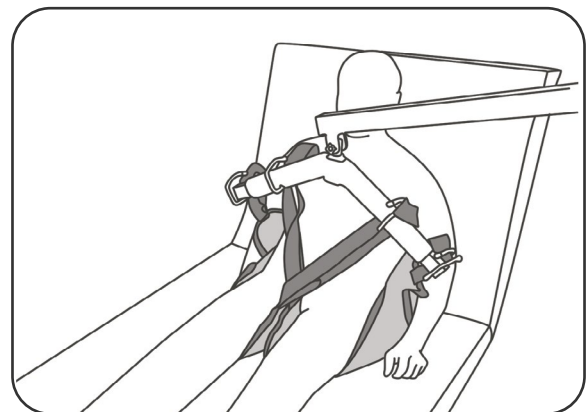

Abb. 8.3.02 - Beinstützen zwischen den Beinen des Patienten positioniert
6. Ordnen Sie die Beinstützen zwischen den Beinen des Patienten an (Abb. 8.3.02). Achten Sie darauf, dass die Beinschlaufen gleich lang sind. Die Schulterschlaufen liegen jeweils im Bereich der rechten und linken Schulter.
8. Hängen Sie die Beinschlaufen über Kreuz, entsprechend dem Kapitel Vorbereitung Abschnitt **Transportbügel der aks-Patientenlifter**, an die Haken des Transportbügels (Abb. 8.3.02). Achten Sie dabei auf die gleiche Einhängelage. Diese erkennen Sie an der farblichen Kennzeichnung der Schlaufen (siehe Kapitel Vorbereitung Abschnitt **Gurtschlaufen**).
9. Hängen Sie die Schulterschlaufen, entsprechend dem Kapitel Vorbereitung Abschnitt **Transportbügel der aks-Patientenlifter**, an die Haken des Transportbügels (Abb. 8.3.02). Achten Sie auch hier auf die gleiche Einhängenposition, erkennbar an der farblichen Kennzeichnung der Schlaufen (siehe Kapitel Vorbereitung Abschnitt **Gurtschlaufen**).